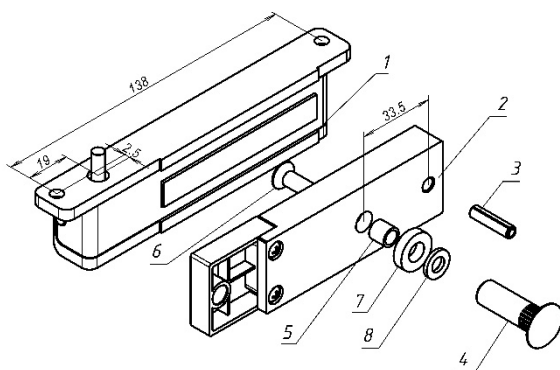

Рисунок 1
3.1 Комплект поставки (рисунок 1):
- корпус (1) - 1 шт.
- якорь (2) - 1 шт.
- комплект крепления якоря: штифт (3), втулка (4), втулка проходная (5), винт M6x35 (6), кольцо уплотнительное (7), шайба (8).
4.2 Корпус (поз.1 рисунок 1) крепится в верхней части дверной коробки. Крепление корпуса к дверной коробке возможно с помощью Уголка 150P или Планки 150P, приобретаемых дополнительно.